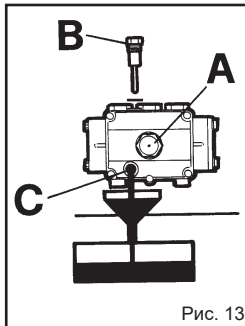

Рис. 13
- 2) Открутите пробку с шупом (Рис. 13).